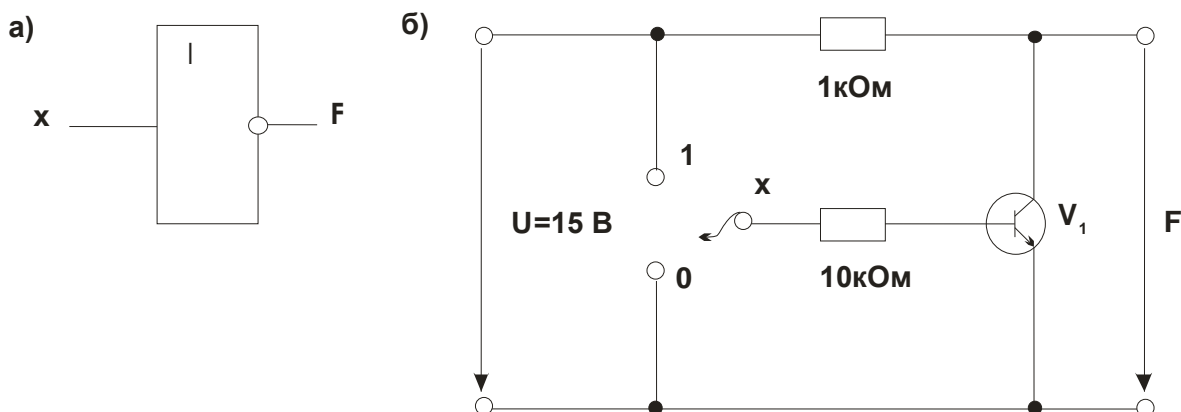

Рис. 7.3.1
Логические элементы **НЕ** отрицают входной сигнал, т.е. они преобразуют сигналы 1 в сигналы 0 и наоборот. Они всегда имеют по одному входу и одному выходу. Используются наряду с другими элементами в цифровых инверторах и логических устройствах. Условное обозначение элемента **НЕ** показано на рис. 7.3.1а.
- Соберите цепь согласно схеме (рис. 7.3.1). Подайте на вход сначала 0 В (сигнал 0), а затем +15 В (сигнал 1). Занесите соответствующие значения выходного сигнала (1/0) в табл. 7.3.1.